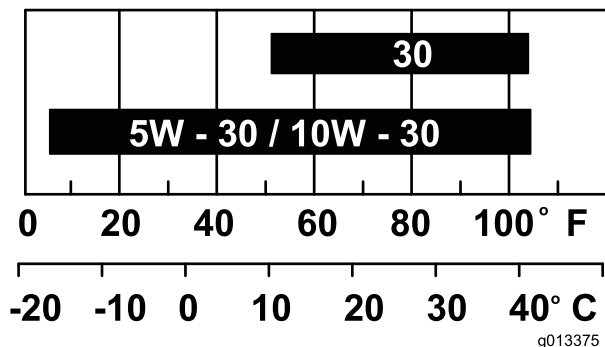

Figure 42
**Remarque:** Utilisez de l'huile SAE 10W-30 pour usage général. Vous pouvez utiliser les autres viscosités d'huile indiquées dans le tableau lorsque la température moyenne dans votre région correspond à la plage indiquée (Figure 42).